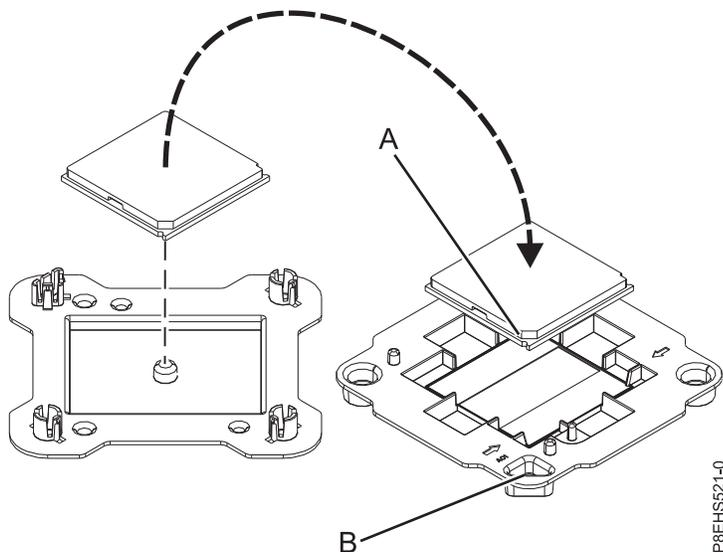

Figura 112. Cómo colocar el módulo del procesador del sistema en el embalaje
13. Sujete por los bordes con cuidado el módulo del procesador del sistema que ha sustituido y levántelo de la cubierta de embalaje. Alinee la esquina biselada del módulo (A) con la esquina del embalaje con el triángulo (B) y colóquela en el embalaje, como se muestra en la Figura 112. Cierre la cubierta de embalaje.